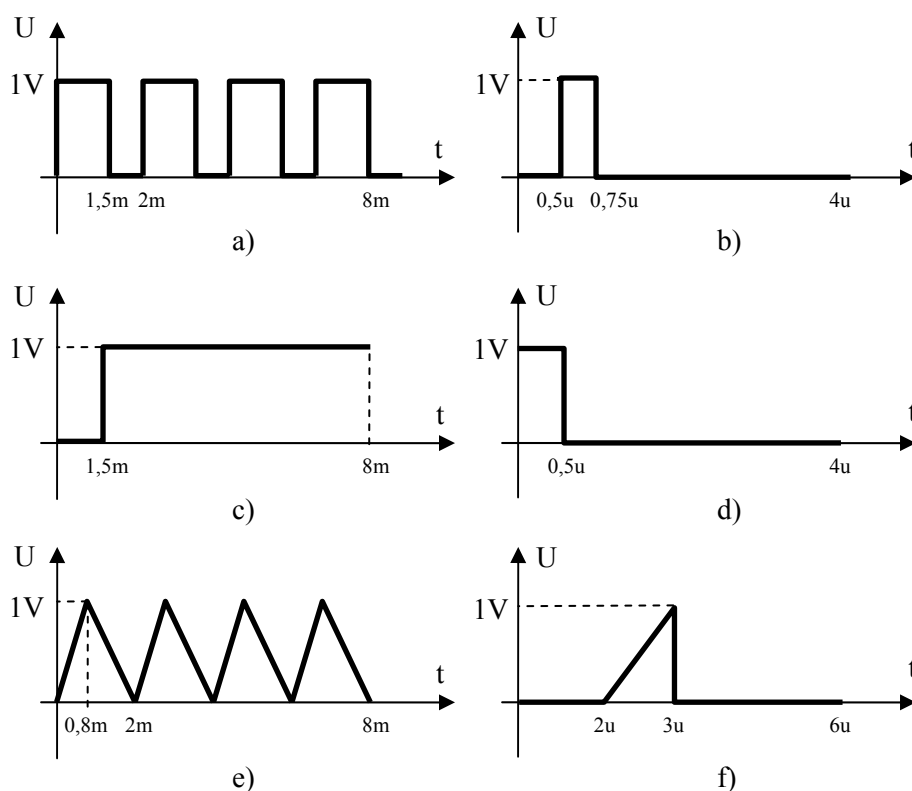

Figura 5.27
10. După aceeași metodă, simulați semnalele din figura 5.27.